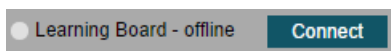

图 4-4. PPC3 连接按钮
- 点击 **New** 以创建新文件，然后点击左下角的 **Connect** 按钮，以将 PPC3 与学习板连接，详情如 图 4-4 所示。